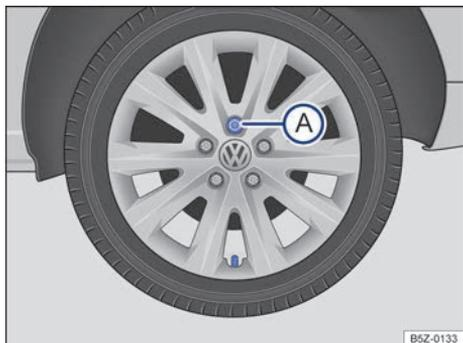

Fig. 160 Retire el tapacubos integral.
- Remover los tornillos de la rueda. El tornillo opuesto a la válvula → fig. 160 (A) sirve como guía en la secuencia de montaje. Por eso, retire el tornillo (A) por último y tenga cuidado que el tapacubos no se caiga al retirar los otros tornillos.